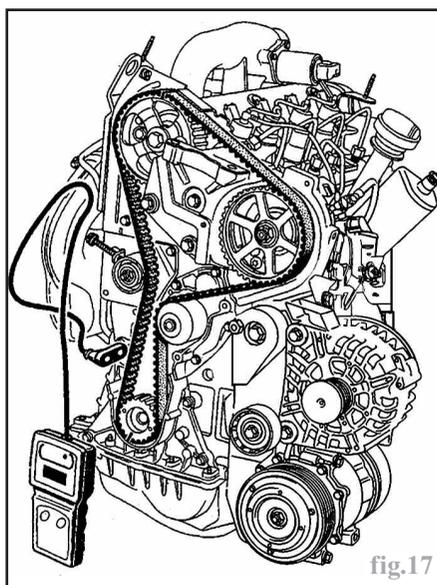

fig.17
- Positionner le capteur du contrôleur de tension fréquencemètre (outil **Renault Mot. 1505** ou **Mot. 1715**) en face du brin de courroie compris entre la roue dentée de vilebrequin et le galet tendeur (fig.17).
la roue dentée de vilebrequin et le galet tendeur (fig.17), puis contrôler que la valeur de tension correspond à **80 ± 5 Hz**, sinon ajuster la tension à l'aide de la vis du galet tendeur, après avoir desserré son écrou de fixation.